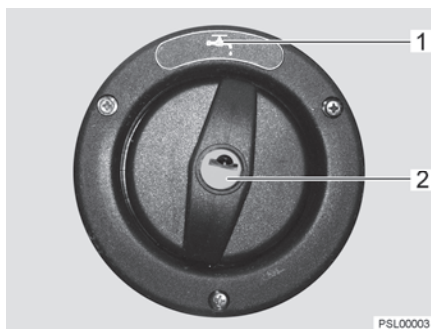

Bild 106 Lock för påfyllningsöppningen för dricksvatten
Påfyllningsöppningen för dricksvatten är märkt med symbolen "🔑" (Bild 106,1). Locket låses och låses upp med nyckeln till de utvändiga låsen (utvändiga luckorna).
- Stick in nyckeln i låscylindern (Bild 106,2) och vrid ett kvarts varv moturs.
- Öppna påfyllningsöppningen för dricksvatten (Bild 106).